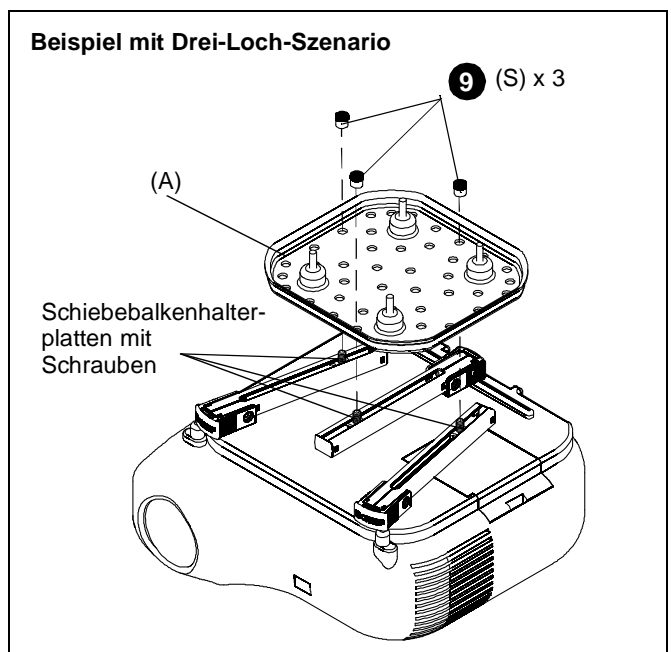
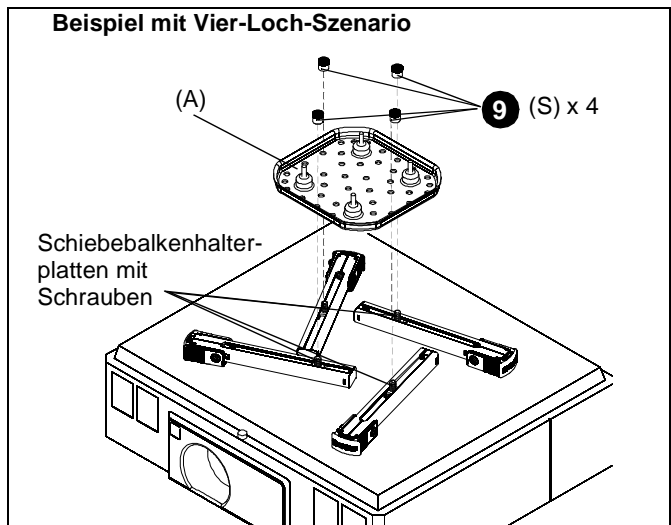

Abb. 6
Abb. 7
- Richten Sie die Beine so aus, dass die Schiebepaltenhalterplatten mit den Schrauben zur Mitte des Projektors zeigen. (Siehe Abb. 6) und (Siehe Abb. 7)
- Positionieren Sie die Schiebepaltenhalterplatten mit den Schrauben so, dass die SSBU- oder SSMU-Hauptplatte (A) in ebener Lage auf die Beine montiert werden kann. (Siehe Abb. 6) und (Siehe Abb. 7)
- Befestigen Sie die SSBU/SSMU-Hauptplatte an den SSBU/SSMU-Beinen, indem Sie 1/4"-20"-Inbusmutter (S) auf die Schrauben der SSBU/SSMU-Beine montieren. (Siehe Abb. 6) und (Siehe Abb. 7)